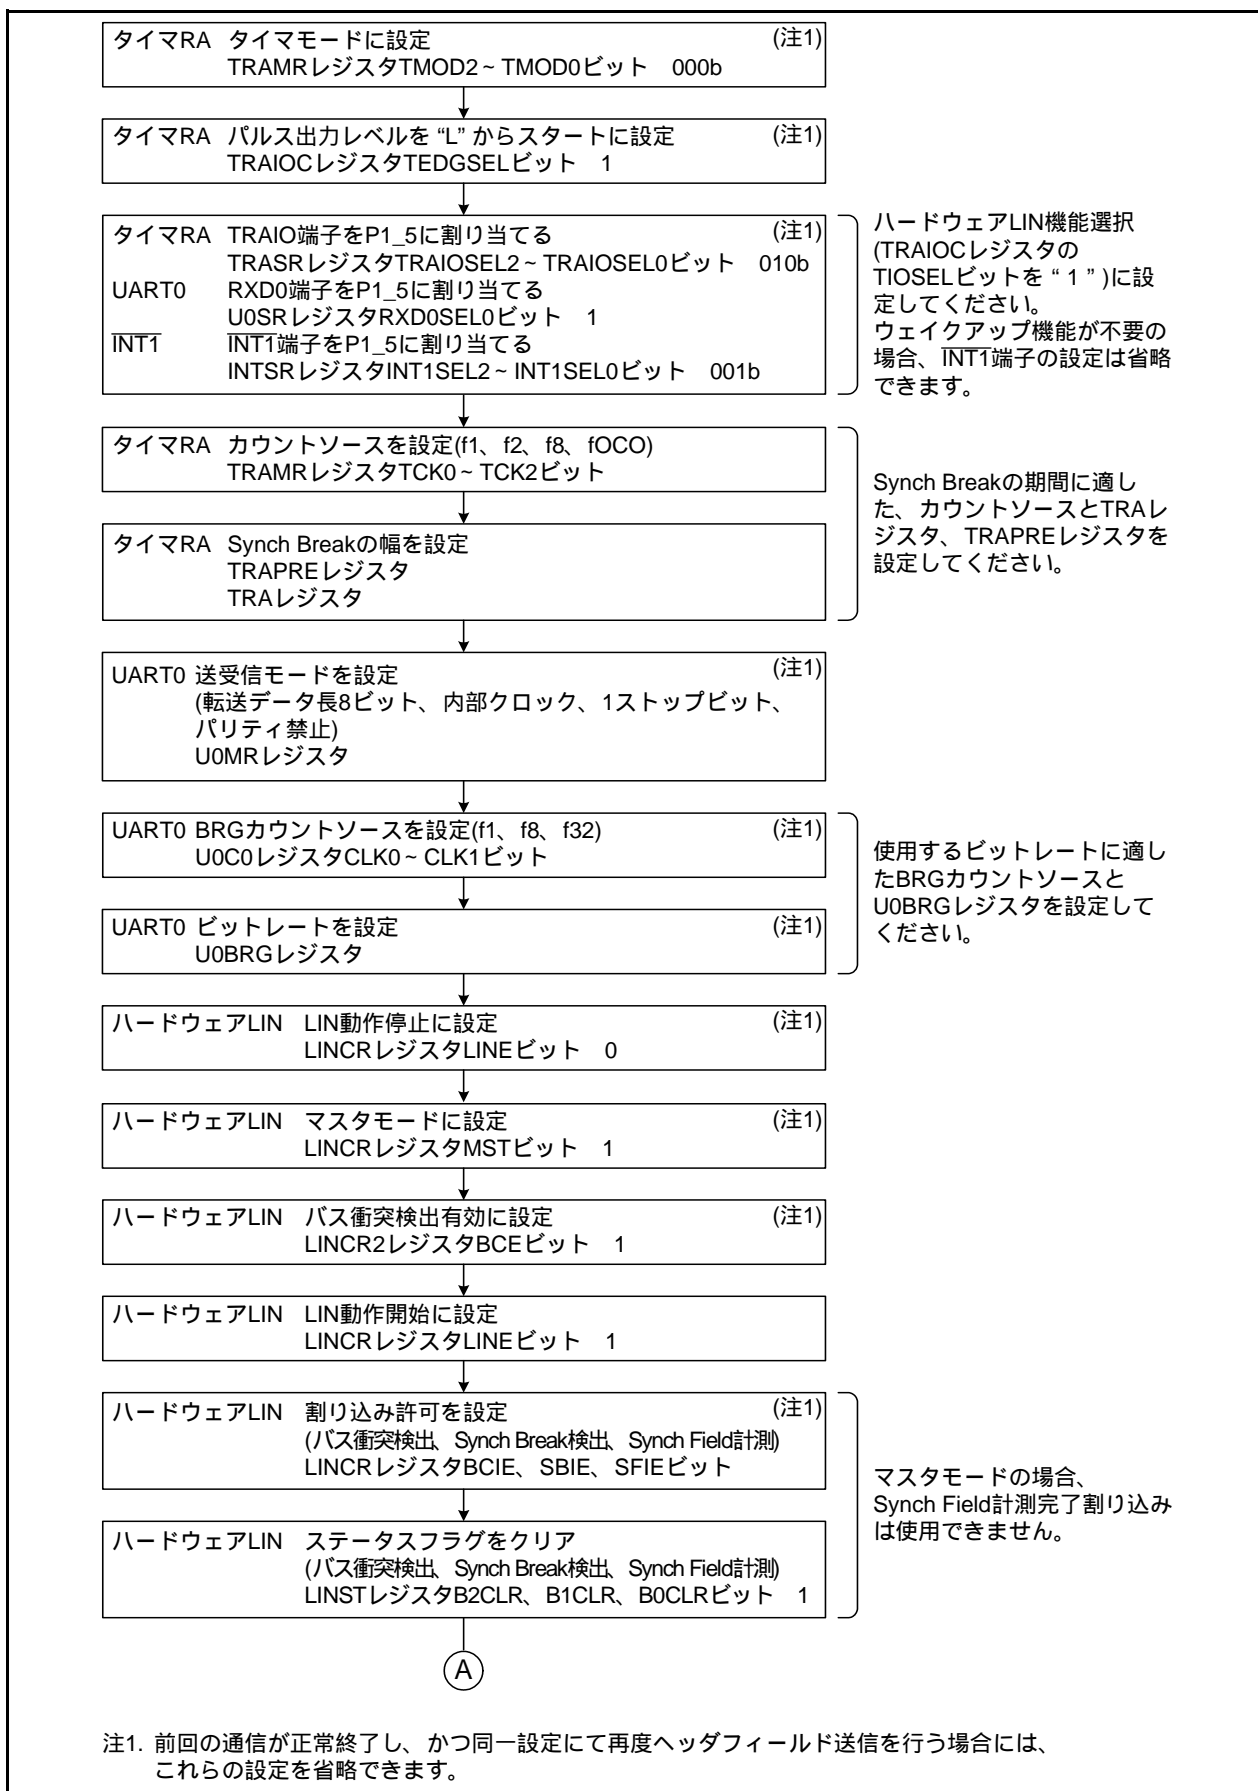
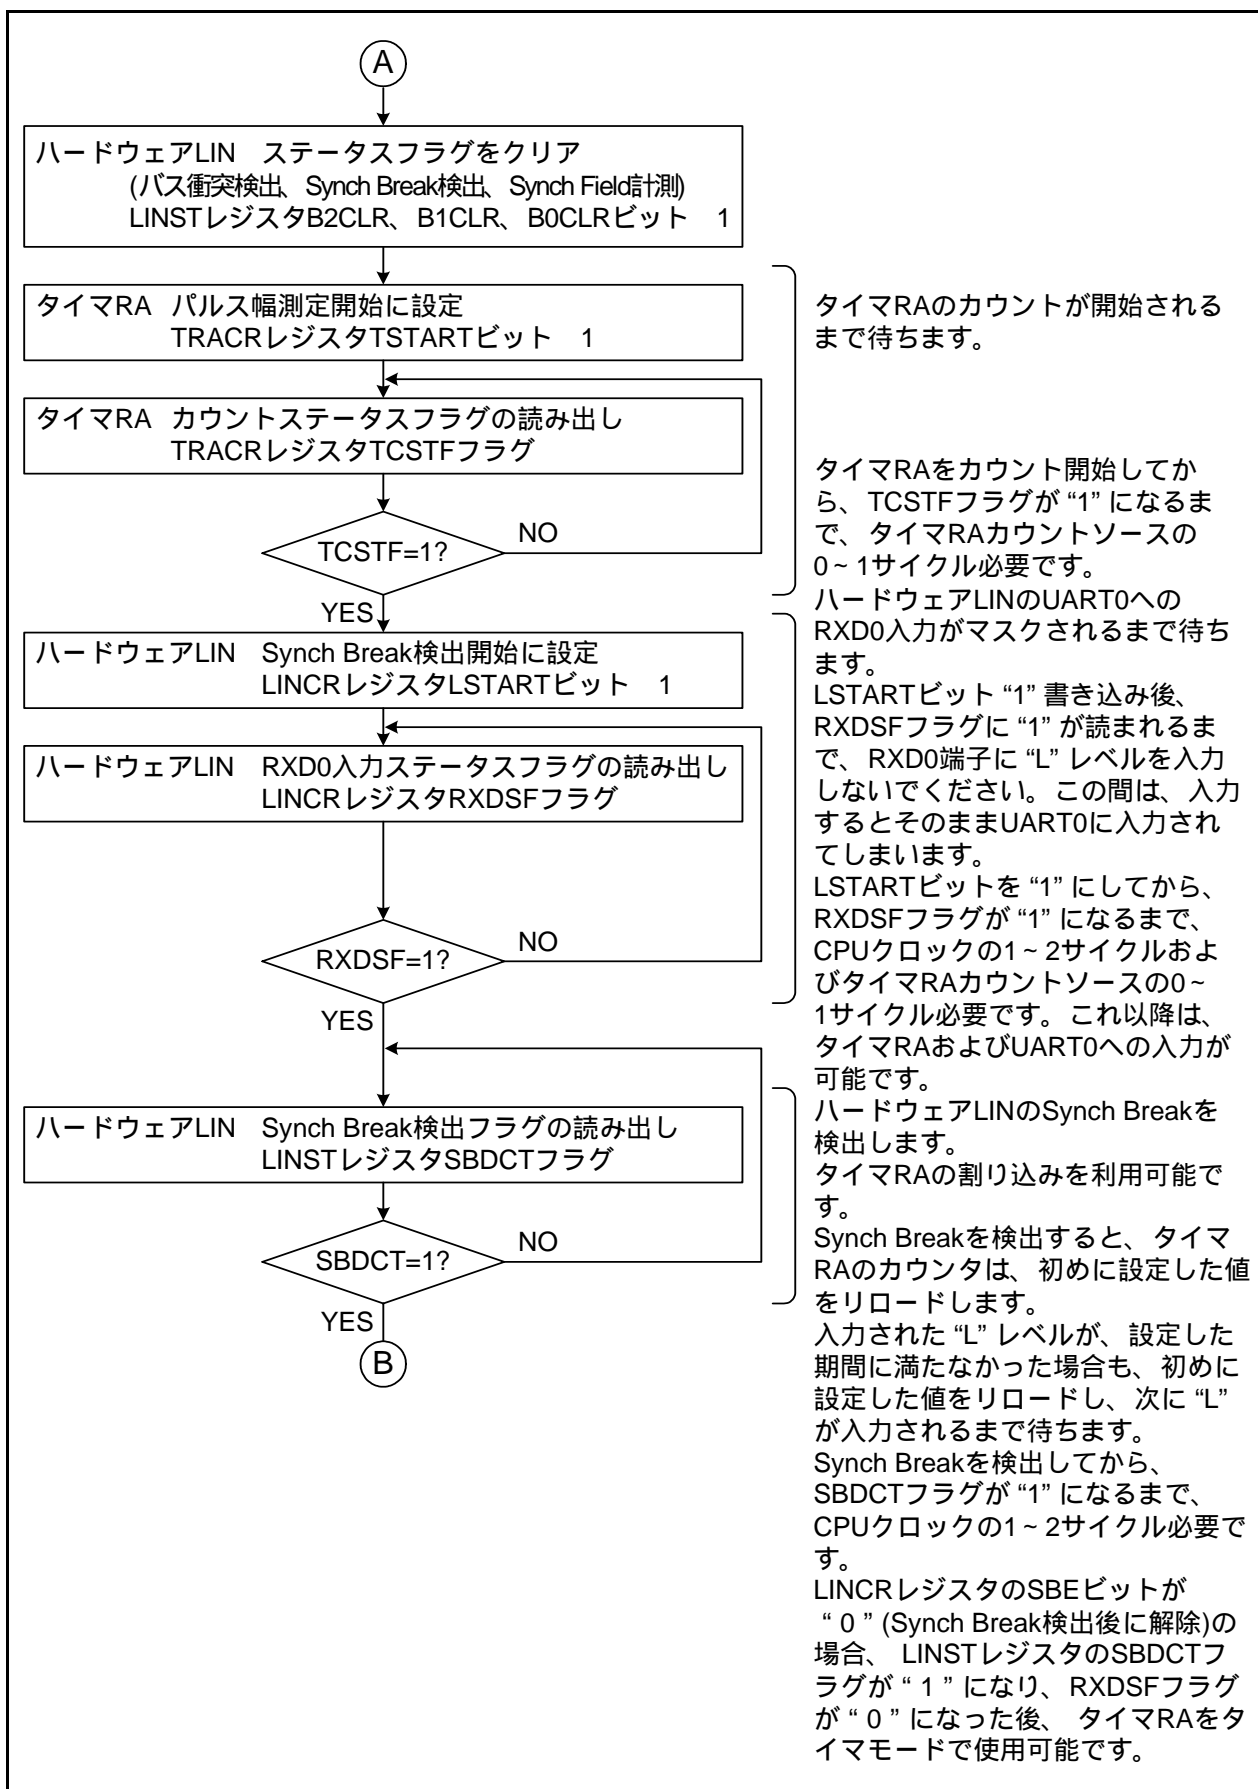

図 29.3 ヘッダフィールド送信フローチャート例(1)
図 29.7 ヘッダフィールド受信フローチャート例(2)
注3. LINE ビットを “1” (LIN は動作開始) にした直後は、タイマ RA および UART0 への入力は禁止です (図29.3 ヘッダフィールド送信フローチャート例 (1) および図29.7 ヘッダフィールド受信フローチャート例 (2) を参照してください)。